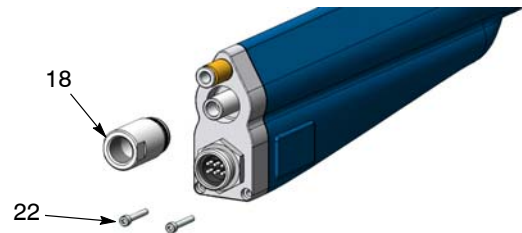

Abb. 23 Wärmesenkschrauben und Haltemutter abnehmen
5. Siehe Abbildung 23. Die zwei Schrauben (22) mit einem 2,5 mm Innensechskantschlüssel abnehmen, dann die Haltemutter (18) abschrauben.
6. Siehe Abbildung 23. Die Haltemutter (18) auf das Pulverrohr schrauben und gut festziehen. Nicht zu fest anziehen. Sonst reißt das Kunststoffgewinde am Pulverrohr aus.
7. Die zwei Innensechskantschrauben (22) in der Wärmesenke installieren und gut festziehen.